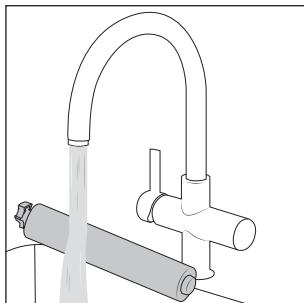

Abb. 35
- ◆ Reinigen Sie den Spritzschutz **7** und die Bürstenrolle **6** unter fließendem, warmen Wasser (siehe Abb. 35).